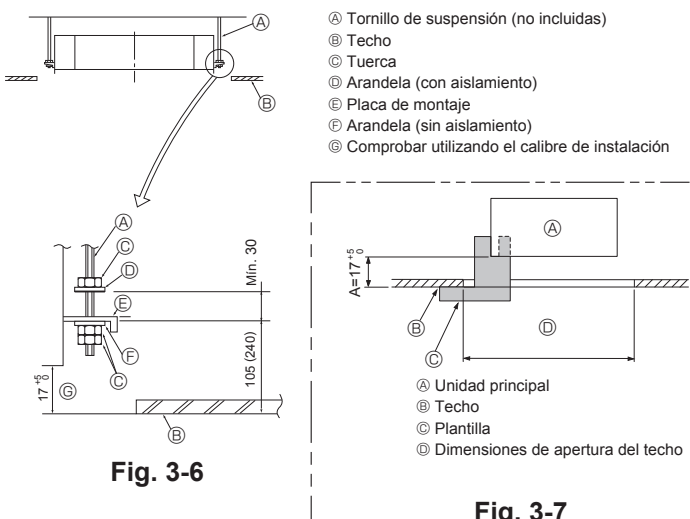

Fig. 3-6
- (1) Estructuras de madera
- (2) Estructuras de hormigón armado
3.6. Procedimientos de suspensión de la unidad (Fig. 3-6)